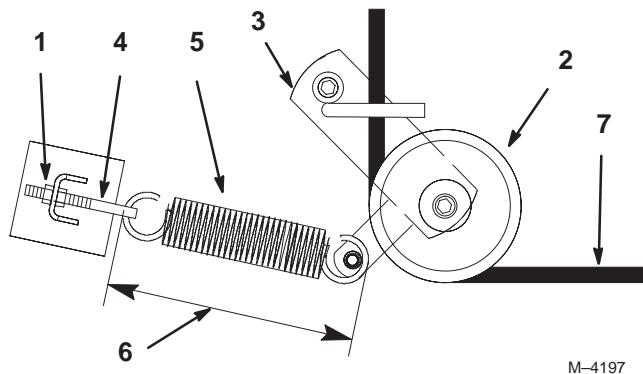

Figure 61
3. Desserrez l'écrou extérieur sur le boulon à œil du ressort (Fig. 61).
5. Déposez la poulie de tension rappelée par ressort (Fig. 61).
6. Faites passer la courroie neuve dans le bras de renvoi (Fig. 61).
8. Resserrez l'écrou extérieur sur le boulon à œil du ressort (Fig. 61).
Remarque : Vérifiez la longueur du ressort. Il doit mesurer $238 \text{ mm} \pm 3 \text{ mm}$ une fois en place. Procédez à un réglage si la longueur n'est pas correcte (Fig. 61).